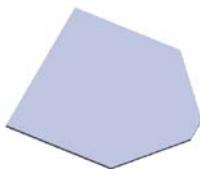
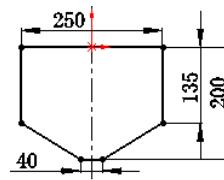

图 2.2 基体—法兰 1
图 2.3 横断面草图
Step2. 创建图 2.2 所示的钣金基础特征——基体一法兰 1。
(1) 选择命令。选择下拉菜单 **插入(I)** → **钣金(H)** → **基体法兰(A)...** 命令(或单击“钣金”工具栏上的“基体法兰/薄片”按钮 )。
(2) 定义特征的横断面草图。
① 定义草图平面。选取前视基准面作为草图平面。
② 定义横断面草图。在草图环境中绘制图 2.3 所示的横断面草图。
③ 选择下拉菜单 **插入(I)** → **退出草图** 命令，退出草图环境，此时系统弹出“基体法兰”对话框。
(3) 定义钣金参数属性。
① 定义钣金参数。在 **钣金参数(S)** 区域的文本框  中输入厚度 3.0。
② 定义钣金折弯系数。在 **折弯系数(A)** 区域的下拉列表中选择 **K 因子** 选项，把文本框 **K** 的因子系数改为 0.4。
③ 定义钣金自动切释放槽类型。在 **自动切释放槽(T)** 区域的下拉列表中选择 **矩形** 选项，